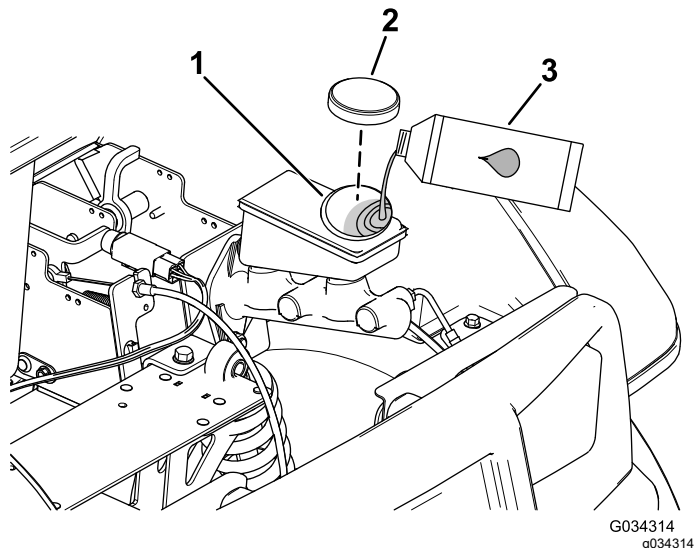

Bild 55
2. Heben Sie die Haube an, um den Hauptbremszylinder und den Behälter zugänglich zu machen (Bild 55).
- A. Reinigen Sie den Bereich um den Behälterdeckel und nehmen den Deckel ab (Bild 55).
- C. Schrauben Sie den Behälterdeckel wieder auf (Bild 55).